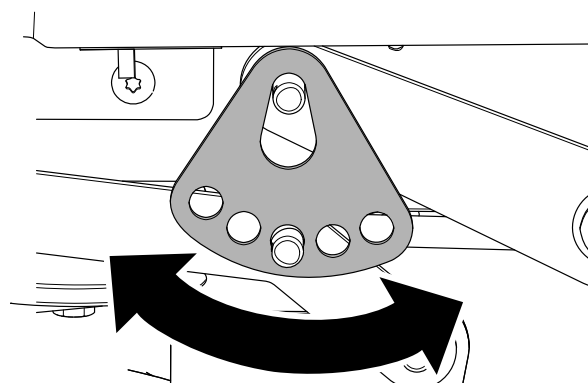

Figure 61
7. Tournez la plaque de hauteur de coupe à un trou différent pour que le poids du tablier de coupe soit soutenu après l'installation de la plaque (Figure 61).
8. Installez la rondelle et la goupille fendue (Figure 61).